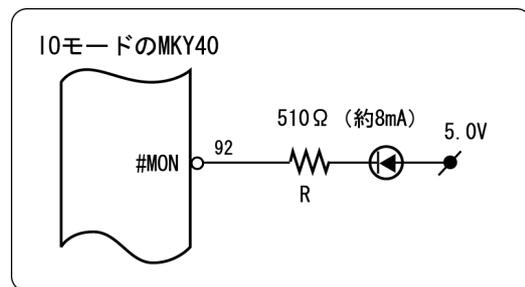

図7.10 #MON端子へのLED接続例
#MON 端子は、LED のカソード端子側を接続して LED を点灯させることができます。この端子は、± 8mA の電流駆動能力があります。8mA 以下の電流によって点灯可能な LED ならば、Lo レベルの時に LED が点灯する図 7.10 に示す接続が可能です。図 7.10 の電流制限抵抗 (R) の値は、使用する LED 部品の定格に合わせてユーザシステムのハードウェア設計者が決定してください。#MON 端子へは安定動作を示す緑色の LED 部品の接続を推奨します。この端子を使用しない時は、開放にしてください。